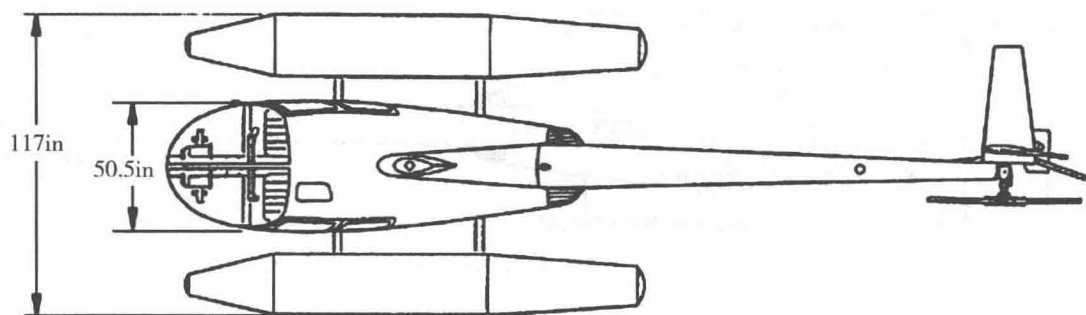
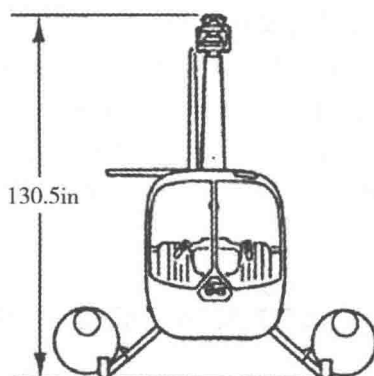

图 1-4 装浮筒的 R44 俯视图(从上向下看)
图 1-6 装浮筒的 R44 前视图(沿机头向机尾方向看)
(2)安装了浮筒式起落架的 R44 主要用于执行近岸飞行任务,其整体尺寸图如图 1-4~图 1-6 所示。